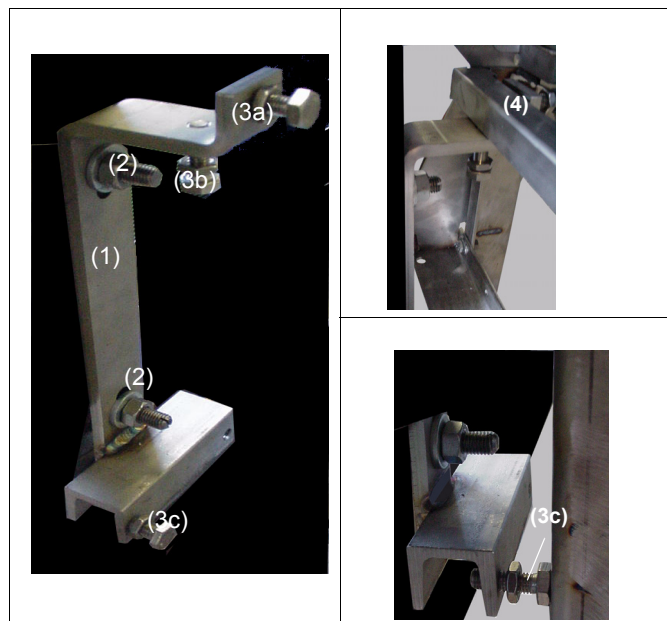

Fig.4 Placering mot vägg
- 2 monteringsvinklar (1 / fig.4), 4 skruvar med muttrar, brickor och pluggar (2 / fig.4) för att fästa spisen i väggen och
- 6 monteringskruvar med muttrar (3 / fig.4).